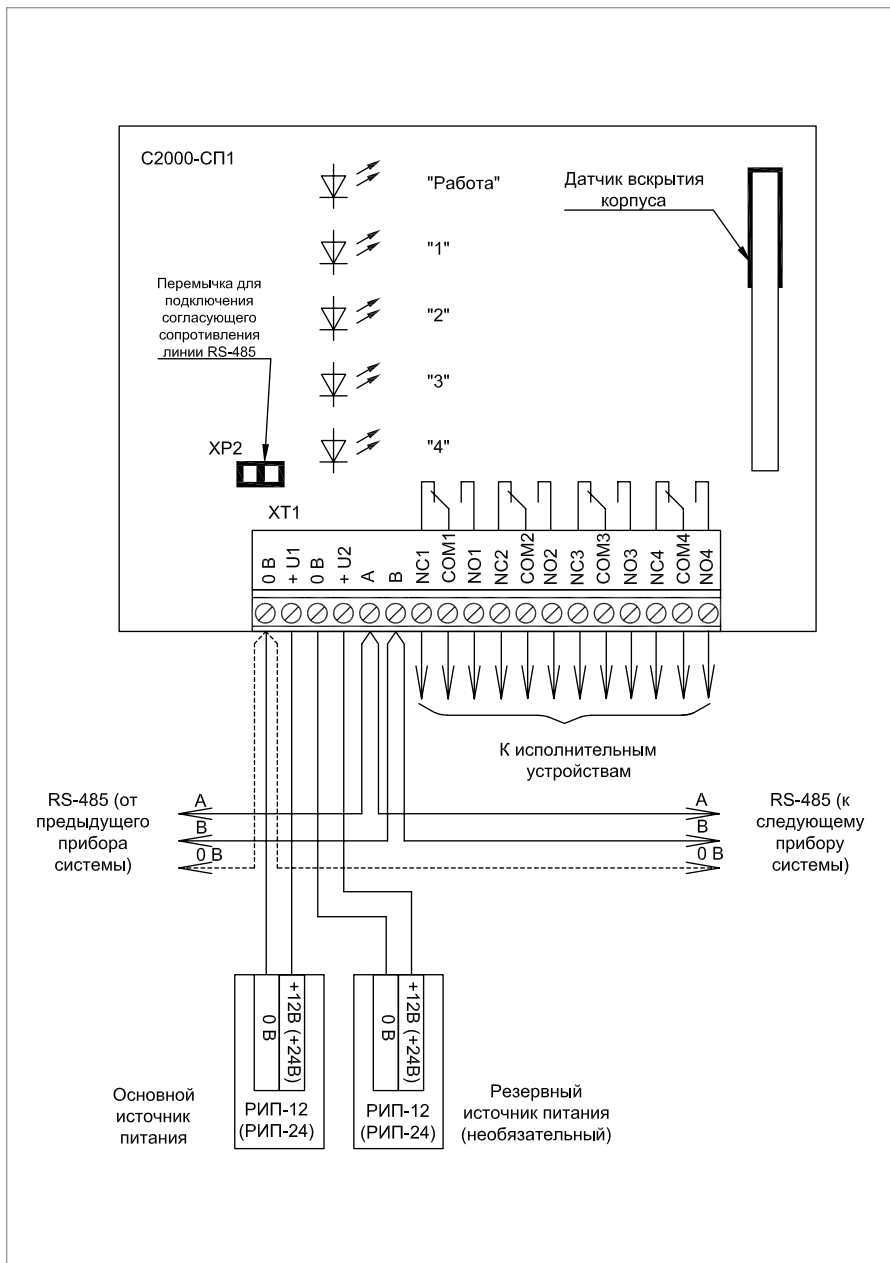
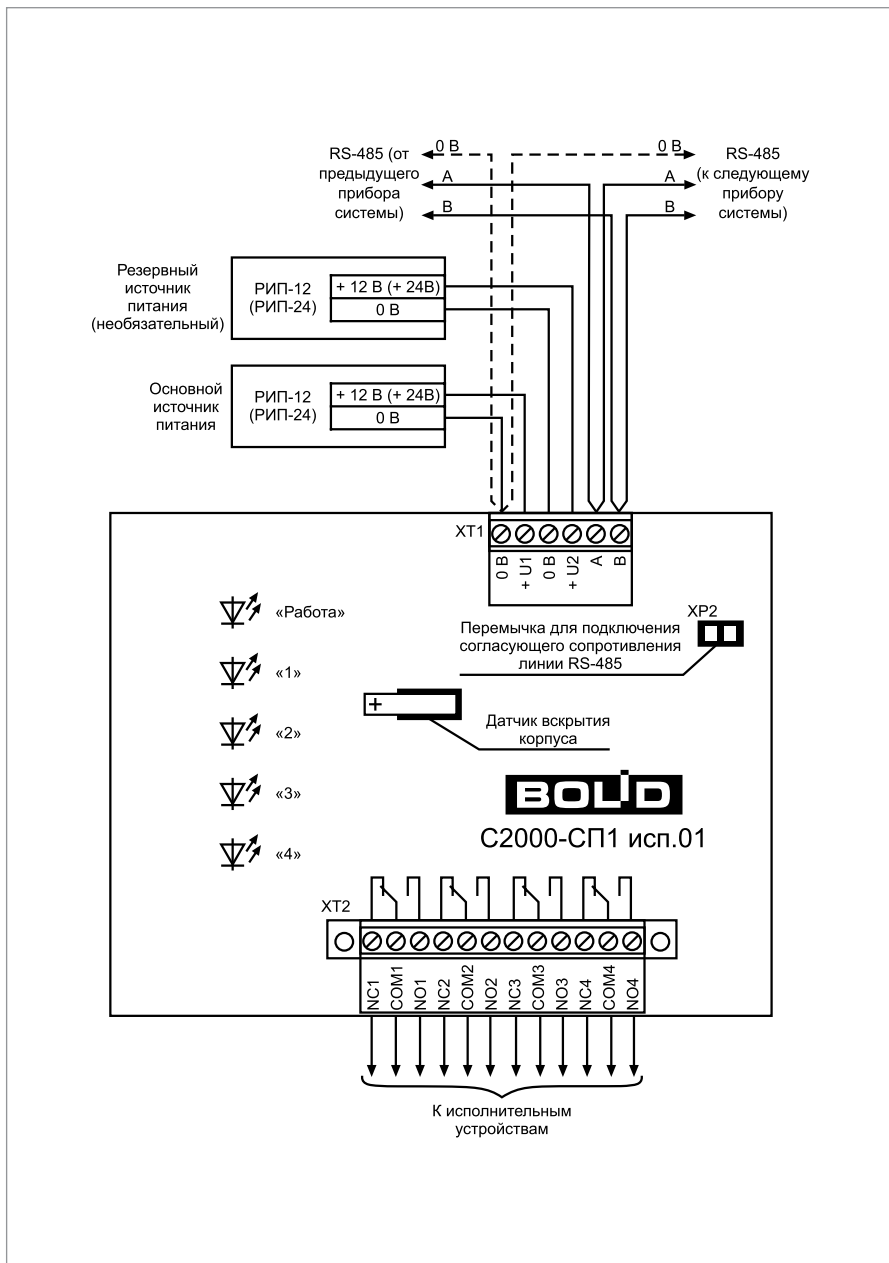

Рисунок 10. Схема внешних соединений блока «С2000-СП1»
Рисунок 11. Схема внешних соединений блока «C2000-CP1 исп.01»
4. Схема подключения блока «С2000-СП1» приведена на Рисунок 10, схема подключения блока «С2000-СП1 исп.01» приведена на Рисунок 11.